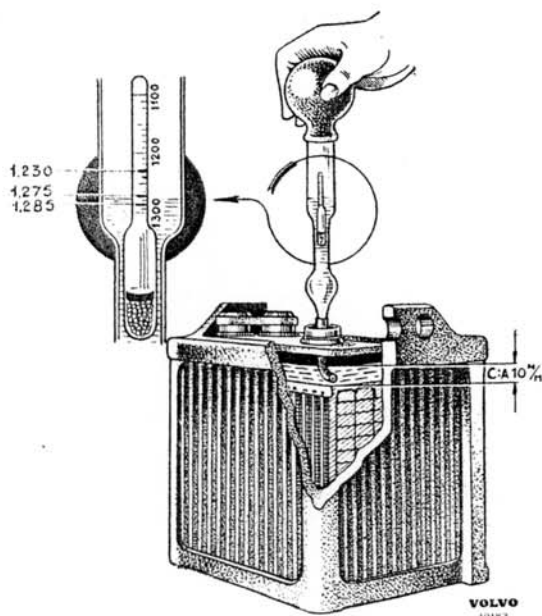

Abb. 58. Messen von Gewicht und Stand der Batteriesäure.
1. Luftfilter lösen und abheben. Oberteil (1, Abb. 58) und Einsatz (2) abnehmen, wonach das Öl abgelassen wird.